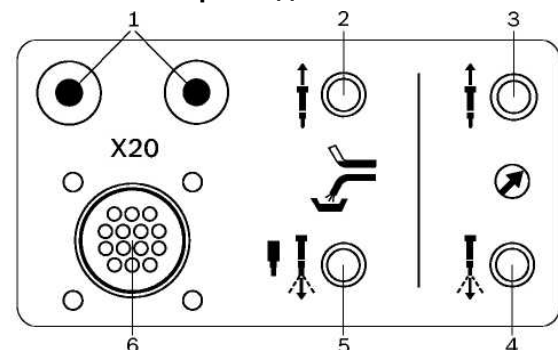

Рис. 4. Панель присоединений:
Инжектор системы Common Rail для легковых дизелей (CRI) или форсунка в сборе (DHK) / насос-форсунка (UI) во время испытания впрыскивает проверочное масло в камеру впрыска. Из камеры впрыска проверочное масло через шланг 1 680 712 287 возвращается назад к устройству EPS 200 [промывочное/испытательное подключение форсунки в сборе (DHK) / насос-форсунки (UI) или испытательное подключение инжектора системы Common Rail для легковых/грузовых дизелей (CRI/CRIN)] (см. рис. 4).